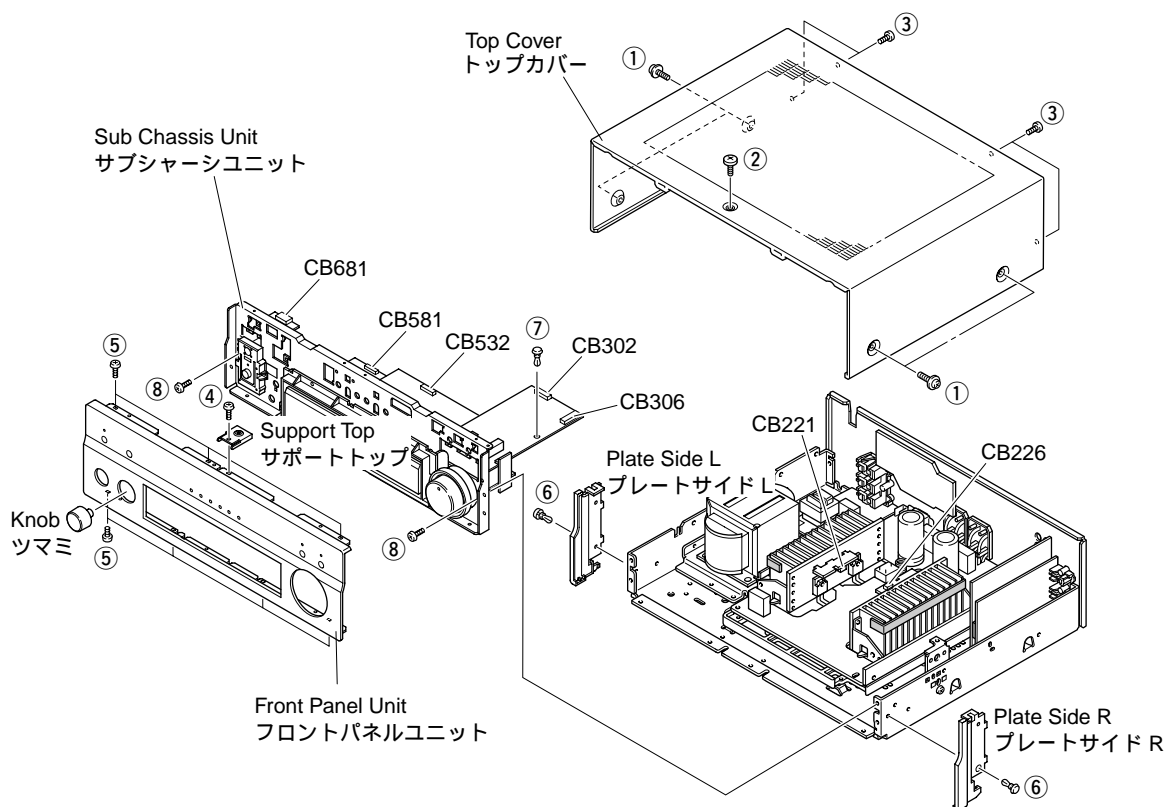

Fig. 1
- Remove 4 screws (①), 1 screw (②) and 4 screws (③). (Fig. 1)
- Slide the Top Cover rearward to remove it. (Fig. 1)
- Remove 1 screw (④) and then remove the Support Top. (Fig. 1)
- Remove 7 screws (⑤) and then remove the Front Panel Unit. (Fig. 1)
Remove 2 push rivets (⑥) and then remove the Plate Side L/R. (Fig. 1)
- Remove 1 push rivet (⑦). (Fig. 1)
- Remove 2 screws (⑧) and then slide the Sub Chassis Unit forward. (Fig. 1)
- Remove connectors CB221, CB226, CB302, CB306, CB532, CB581 and CB681 and then remove the Sub Chassis Unit. (Fig. 1)
- ①のネジ4本、②のネジ1本、③のネジ4本を外します。(Fig. 1)
- トップカバーを後方へスライドさせ取り外します。(Fig. 1)
- ④のネジ1本を外し、サポートトップを取り外します。(Fig. 1)
- ⑤のネジ7本を外し、フロントパネルユニットを取り外します。(Fig. 1)
⑥のプッシュリベット2本を外し、プレートサイドL/Rを取り外します。(Fig. 1)
- ⑦のプッシュリベット1本を外します。(Fig. 1)
- ⑧のネジ2本を外し、サブシャーシユニットを前方へ引き出します。(Fig. 1)
- コネクタCB221、CB226、CB302、CB306、CB532、CB581、CB681を外し、サブシャーシユニットを取り外します。(Fig. 1)